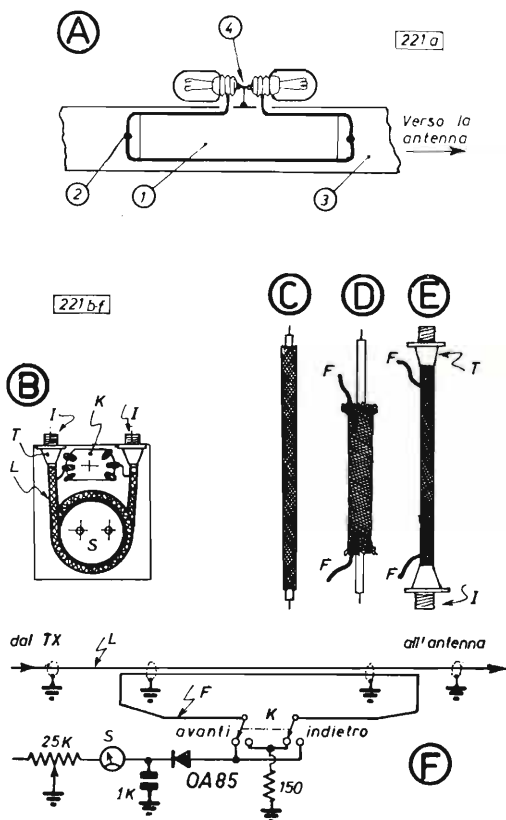

Fig. 221
Per le linee bifilari in piattina da 300 ohm, un metodo davvero semplice è quello di fig. 221 A. Il rivelatore è costituito da due lampadine collegate ad una spirale chiusa, costituita da circa 40 cm (1) di piattina cortocircuitata alle estremità (2). Il rivelatore viene appoggiato aderente alla linea (3).
Il rivelatore schematizzato in fig. 221 F si basa sul medesimo principio di quello illustrato dianzi: un filo sottile è stato posto vicino al conduttore interno della linea concentrica (*L*); l'energia che scorre nella linea, induce una tensione RF nel filo-sonda (*F*).
In fig. 221 B si vede la disposizione costruttiva. Il cavo concentrico *L*, lungo 40 cm, è avvolto intorno allo strumento *S*, per ridurre l'ingombro; con tale disposizione, il pannellino può avere le dimensioni frontali di 11 cm per 14 cm. Il commutatore *K* è posto sopra allo strumento, la spazzola del contatto centrale, si collega direttamente al filo-sonda *F*, appena questo esce dalla calza del cavo. I due innesti a ghiera, per cavo concentrico «*I*» sono nella parte superiore, ripiegata, del pannellino. Per evitare interazione fra entrata (dal *XMTR*) e uscita (verso l'*ANT*) le due estremità del cavo sono schermate da due imbutini di rame, saldati alla calza e fissati con i dadi e bulloncini usati per attaccare la base delle ghiera al pannellino.
Dopo aver tolto il mantello di polivinile allo spezzone di cavo, questo si presenta come in fig. 221 C; allora si comprime la calza per fare spazio intorno al dielettrico che isola il conduttore interno.
Si praticano, quindi due fori fra le maglie della calza e si infilano 50 cm di filo di rame smaltato « F » di fig. 221 D, il filo, ha il diametro di 0,30 smalt. Poi si tira di nuovo la calza in modo da far aderire molto bene la sonda al dielettrico, e con l'ohmetro ci si accerta che F sia isolato